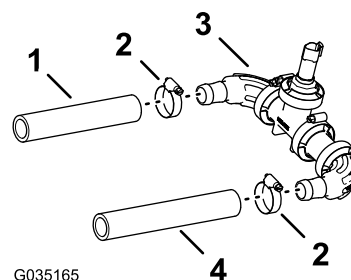

Figura 58
1. Conecte la manguera (1" x 7¼") al codo dentado del transductor de presión y el distribuidor, como se muestra en la Figura 58.
2. Sujete la manguera y los conectores dentados con una abrazadera (Figura 58).
3. Conecte la manguera (1" x 8½") al otro codo dentado del transductor de presión y el distribuidor, como se muestra en la Figura 58.
4. Sujete la manguera y el conector dentado con una abrazadera (Figura 58).